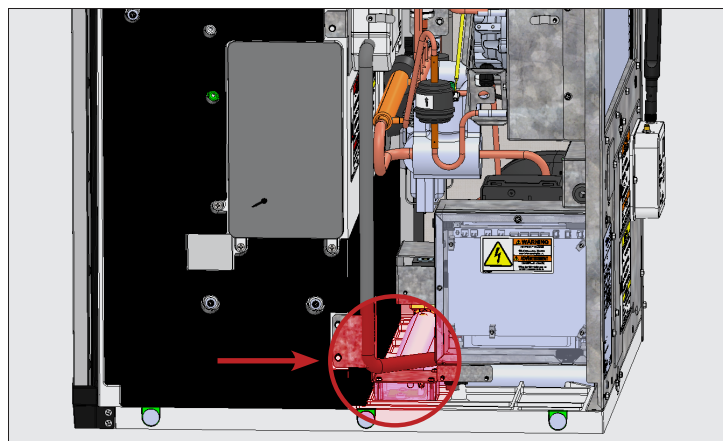

Рис. 1. Место установки датчика уровня льда.
3. Удалить 2 винта, крепящие кронштейн к пластиковому корпусу. См. рис. 1.